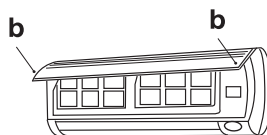

Рис. 12.
- Чтобы снять переднюю панель кондиционера, зафиксируйте ее в верхней позиции и тяните на себя (рис. 12).